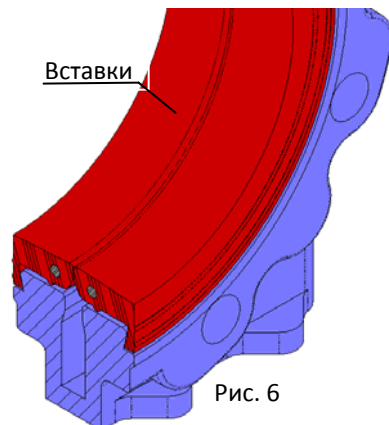

Рис. 6
4. Вставки (7) заменяются с наружной части корпуса. Седло состоит из двух симметричных деталей. (См. Рис. 6).
6. Новые вставки (7) должны смазываться вазелиновой смазкой и иметь те же размеры, что и старые.